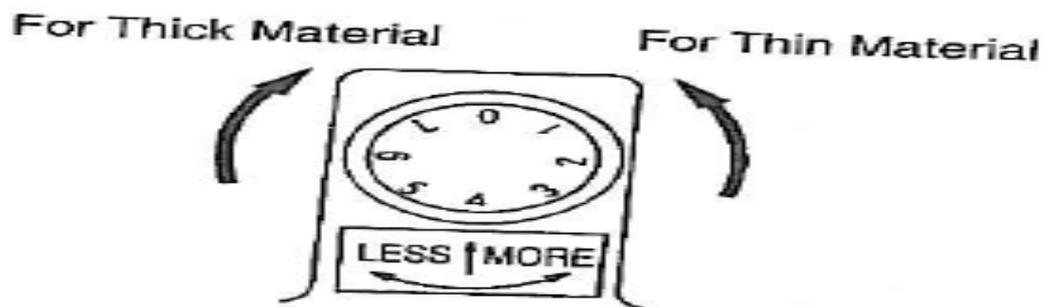

Fig.18
9. AGGIUSTARE LA PROFONDITA' DEL PUNTO (FIG.18)